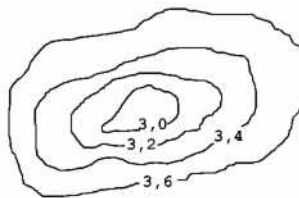

Рис. 5
– если при контроле изделия толщиномер устойчиво показывает толщину, заведомо меньшую толщины изделия в данной точке, то это может свидетельствовать о наличии раковины, расслоения, неоднородности и т. д. в данном месте. В этом случае необходимо провести контроль этого места ультразвуковым дефектоскопом или другим способом (например, рентген) (рис.5);